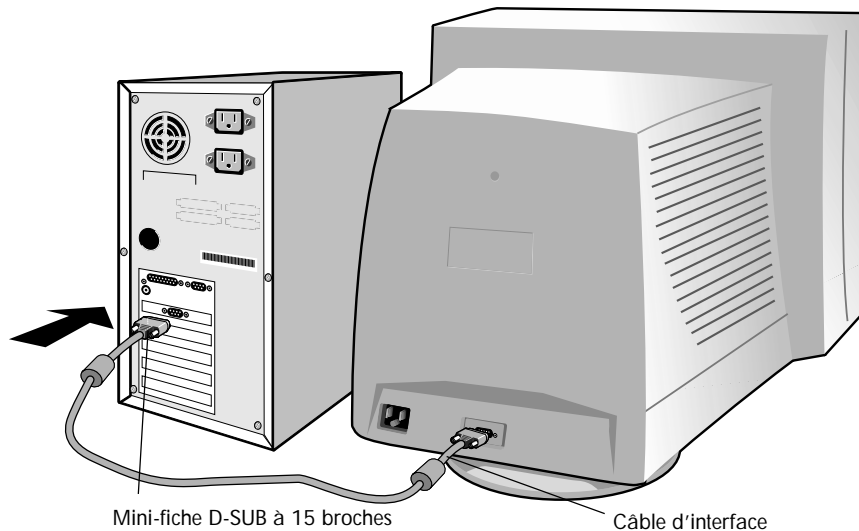

Figure A.1
3. Pour le PC : Connecter la mini-fiche D-SUB à 15 broches du câble d'interface au connecteur de la carte vidéo du système (**Figure A.1**). Serrer toutes les vis.